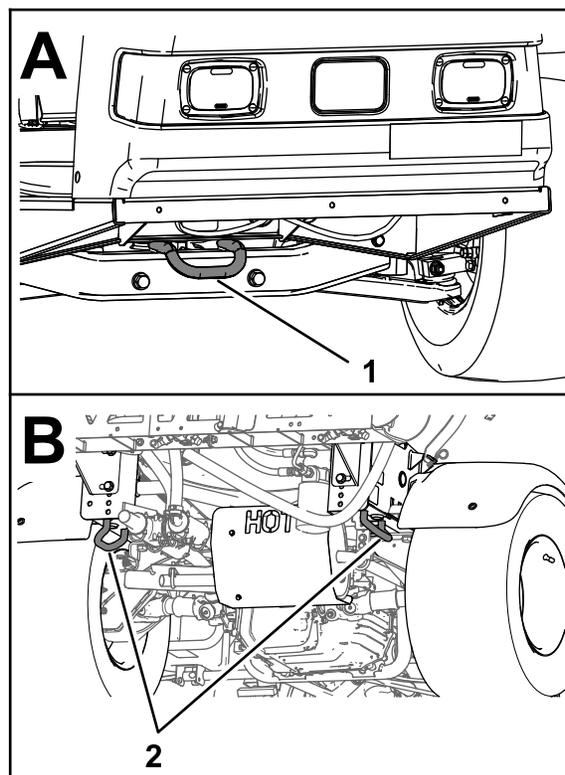

Figura 35
- Amarre la máquina firmemente al vehículo de transporte; la Figura 35 ilustra los puntos de amarre de la máquina.